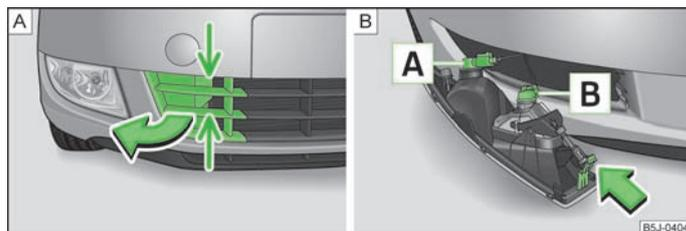

Fig. 147 Paraurti anteriore: griglia protettiva / smontaggio del fendinebbia
Riepilogo della posizione delle luci» fig. 147 .
- Afferrare la griglia di protezione dai punti indicati con le frecce » fig. 147 - **[A]** ed estrarre la calotta di copertura.
- Inserire la mano nell'apertura della griglia di protezione e premere i naselli di innesto » fig. 147 - **[B]** nella direzione indicata dalla freccia.